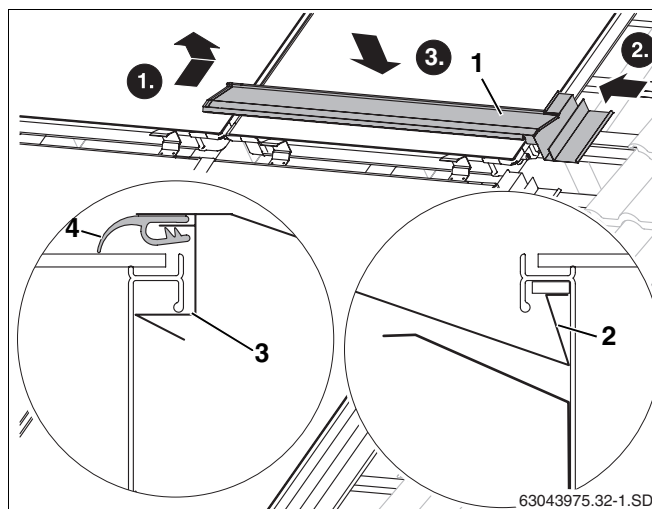

Fig. 52 Colocar a primeira chapa de cobertura central
- ▶ Colocar a dobra da chapa de cobertura (fig. 52, **item 2**) na pega da moldura do colector.
- ▶ Introduzir a chapa de cobertura (fig. 52, **item 1**) no colector e na chapa de cobertura lateral direita.
- ▶ A chapa encaixa, por meio de pressão em cima na chapa de cobertura, por baixo da pega da moldura do colector (fig. 52, **item 3**).
- ▶ Colocar o ressalto de borracha (fig. 52, **item 4**) em cima sobre o colector e puxar à frente.